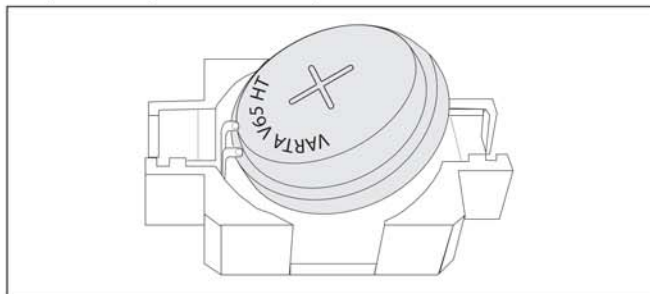

Abb. 12 Akkus korrekt unter die Kontakte einlegen
- Achten Sie beim Einlegen der neuen Akkus auf die richtige Polarität: Plus (+) der Akkus zeigt nach oben (lesbar), der Minus (-) Pol der Akkus nach unten (siehe Abb. 12 auf Seite 7).
- Achten Sie beim Einlegen der Akkus darauf, die Akkus auf einer Seite unter die Kontakte zu schieben (siehe folgende Abb. 12).